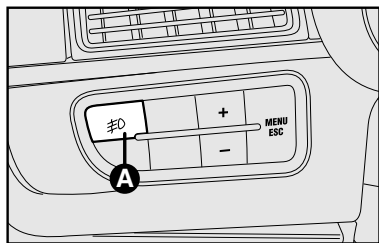

fig. 57
**A - Faróis auxiliares** - Botão com indicação de função ativada no quadro de instrumentos para ligar e desligar os faróis auxiliares. Só funciona a partir do acionamento das luzes externas de posição. Os faróis auxiliares são desligados cada vez que a chave de ignição for desligada. Para ligá-lo novamente é necessário pressionar o botão **A-fig. 57**.
## PREDISPOSIÇÃO PARA FARÓIS AUXILIARES fig. 57